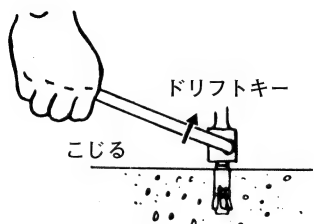

図 10
- (4) 打込み後はドリフトキーでアンカーを分離します。(図 10)